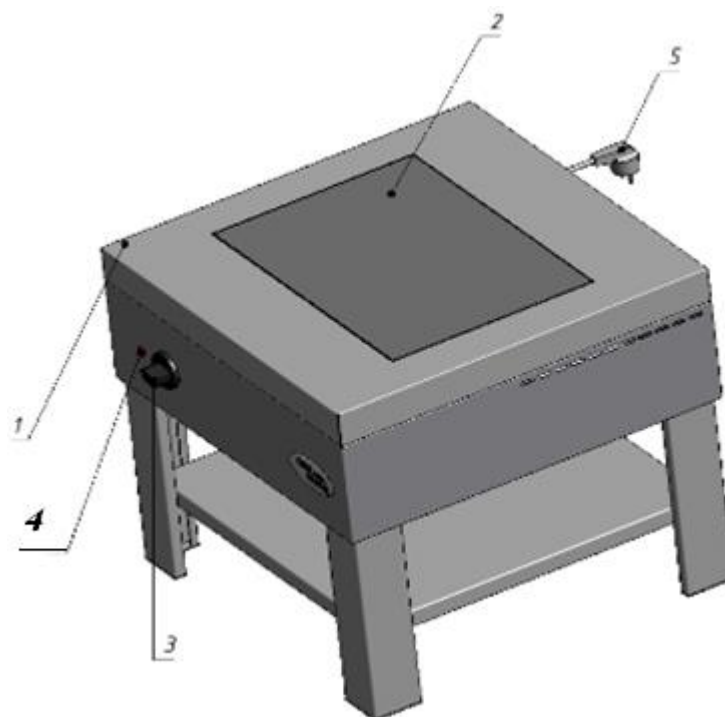

Рис.2
5.1. Основные части изделия указаны на рис.2 и перечислены в таблице1. на примере Ф1пЭ(530х530)